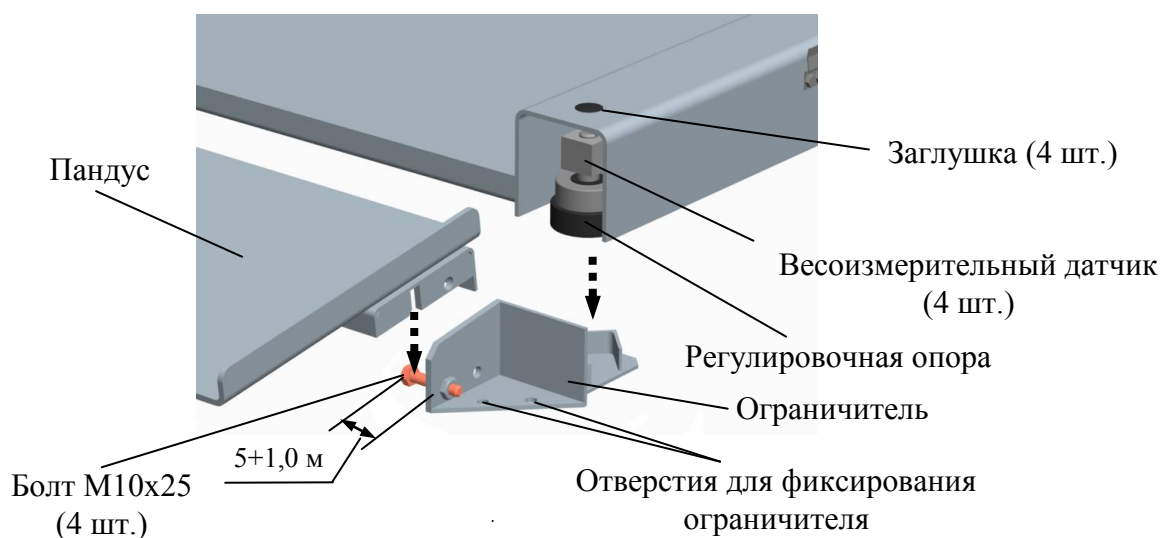

Рисунок 4.2 – Сборка модуля взвешивающего 4D-LA
4.3.3 Отрегулируйте болты в ограничителе так, чтобы зазор между головкой болта и стенкой ограничителя был 5+1,0 мм (см. рис. 4.2).
4.3.4 Поочередно приподнимая каждый из четырех углов платформы, подложите ограничители под регулировочные опоры датчиков и установите пандусы (см. рис. 4.2).
При необходимости зафиксируйте ограничитель болтами M10 (8 шт.) через отверстия (см. рис. 4.2). Болты для фиксирования ограничителя в комплект поставки не входят.